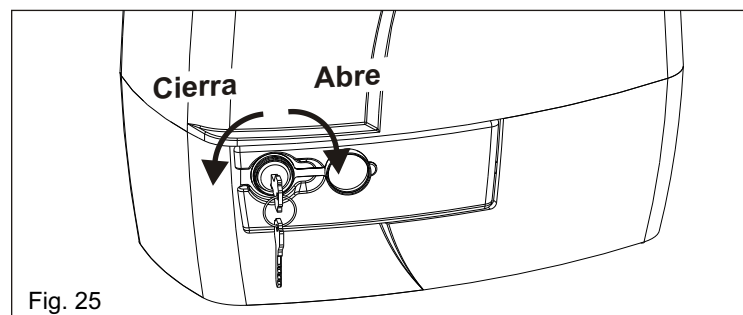

Fig. 25
- Abir el cubre cerradura, insertar la llave y rotarla en en sentido horario de 90° (Fig. 25).